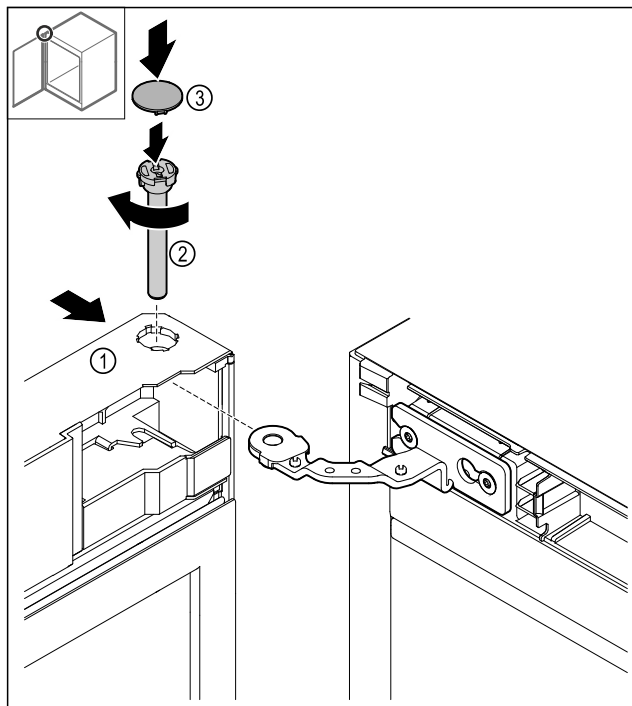

Fig. 47
- ▶ Skyv døren Fig. 47 (1) oppe på hengselen.
- ▶ Sett inn bolten Fig. 47 (2) og skru den fast med urviseren.
- ▶ Sett på dekselet Fig. 47 (4).